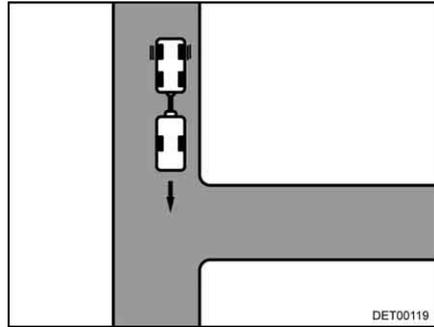

Fig. 12 Recorrido
- Acercarse a la entrada hasta que la parte trasera de la caravana esté a su altura (Fig. 12).